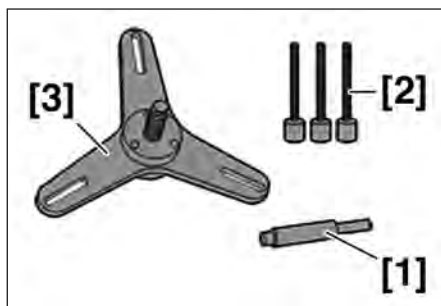

FIG.1
- [1]. Mandrin de centrage d'embrayage (référence. 0217-C1) (Fig.1)